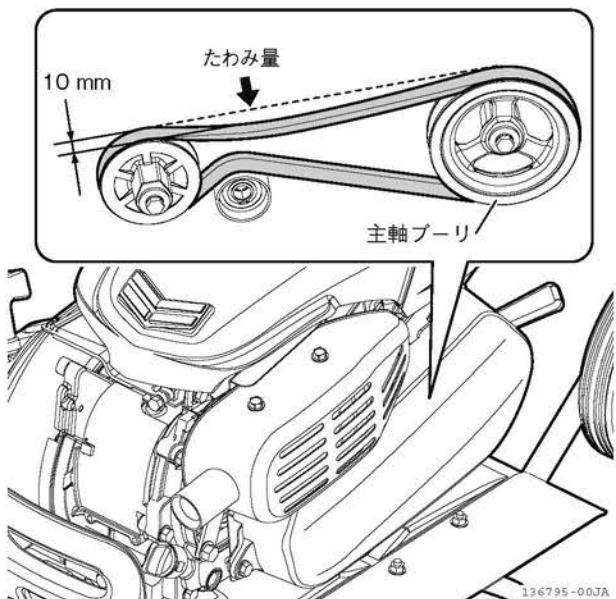

図 4-25 Vベルトのたわみ量
4. 主クラッチレバー「入」位置（10 ページ参照）で V ベルトの中央部を指で押したときのたわみが約 10 mm になっていることを確認します。（図 4-25）